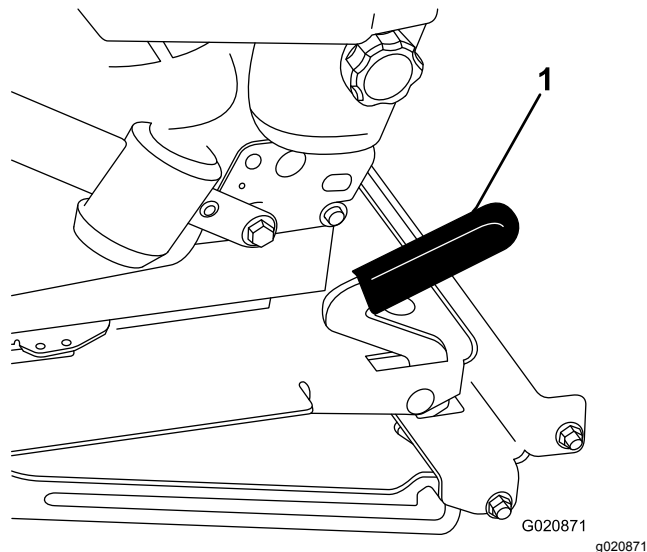

Figura 48
- Tire del enganche del asiento hacia adelante y levante para desenganchar el asiento (Figura 48).